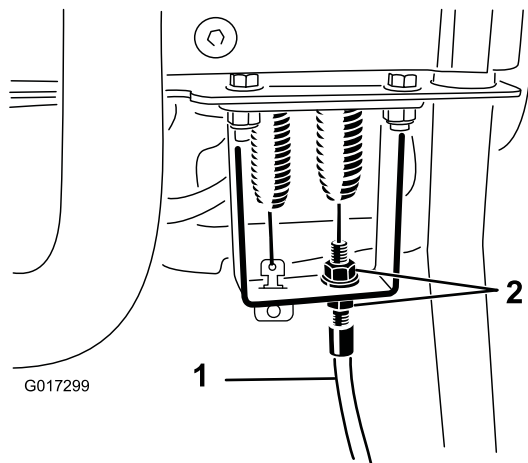

Figura 52
4. No anteparo da alavanca de controlo, soltar o cabo de controlo do cilindro até haver folga no cabo (Figura 52).